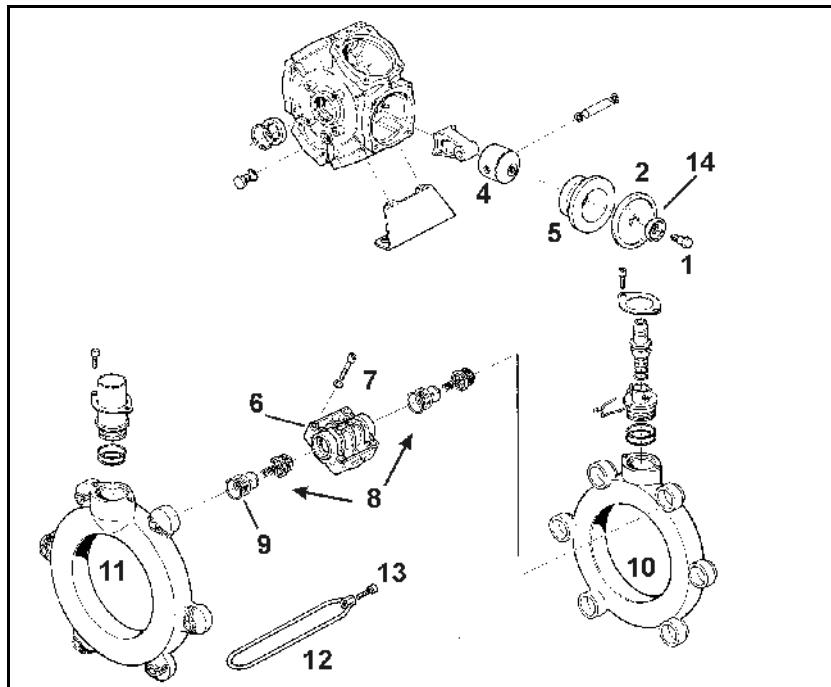

Fig. 150
- Fest stempelmembranen (Fig. 150/2) med støtteskive (Fig. 150/3) og skruer (Fig. 150/1) til stempelet (Fig. 150/4) på en slik måte at kanten (Fig. 150/14) peker mot siden av topplokket (Fig. 150/6).
- Skruene (Fig. 150/13) må alltid skrus fast over kryss med det oppførte dreiemomentet. Er ikke boltene strammet korrekt, gjør det at pumpen blir utett.
1. Løsne skruen (Fig. 150/1) og ta stempelmembranen (Fig. 150/2) sammen med støtteskiven (Fig. 150/3) av stempelet (Fig. 150/4).
3. Ta sylinderen (Fig. 150/5) ut av pumpehuset.
6. Sett sylinderen (Fig. 150/5) inn i pumpehuset igjen.
7. Monter stempelmembranen (Fig. 150/2).
8. Topplokket (Fig. 150/6) flenses til pumpehuset og skruene (Fig. 150/7) trekkes jevnt til over kryss.
9. Når ventilgruppene (Fig. 150/8) er kontrollert og rengjort, monteres de igjen.
10. Sett på nye o-ringer (Fig. 150/9).
11. Flens suge- (Fig. 150/10) og trykkanalen (Fig. 150/11) på pumpehuset og monter spennbøylen (Fig. 150/12).
12. Trekk til skruene (Fig. 150/13) over kryss med et dreiemoment på **11 Nm**.